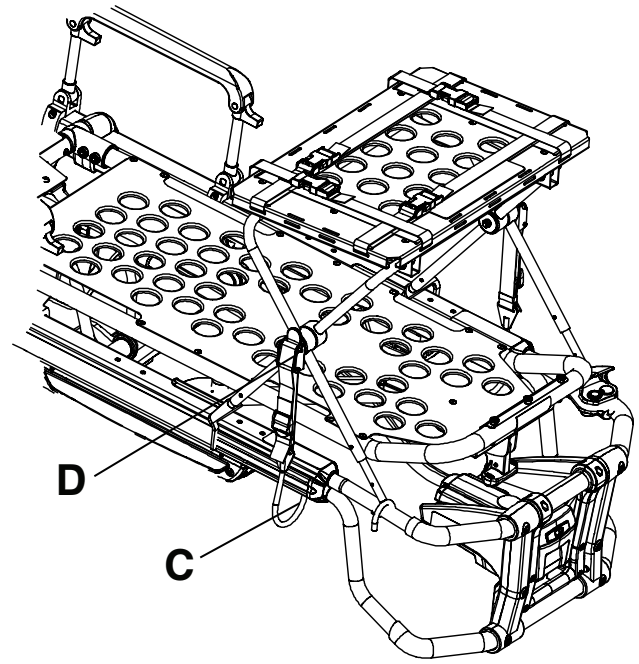
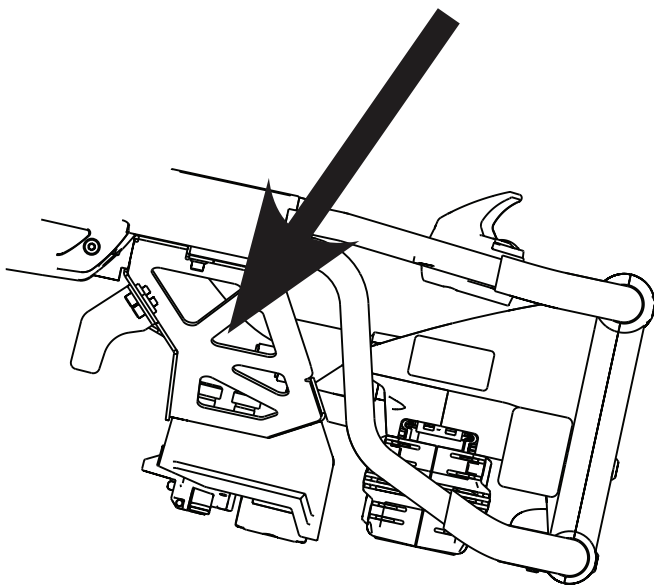

Figure 27 – Positionnement du crochet de verrouillage (modèle 6506 illustré)
Figure 28 – Patte (modèle 6506 illustré)
6. Placer le crochet à clapet (C) sous le cadre du plan de couchage ou sur la fixation côté pieds et pousser la patte (D) vers le haut jusqu'à ce qu'elle s'enclenche en place sur un côté en émettant un clic (Figure 27). Répéter pour l'autre côté. Pour les civières compatibles avec le **Power-LOAD**, le cas échéant, rallonger et attacher les sangles sur la fixation côté pieds (Figure 28).